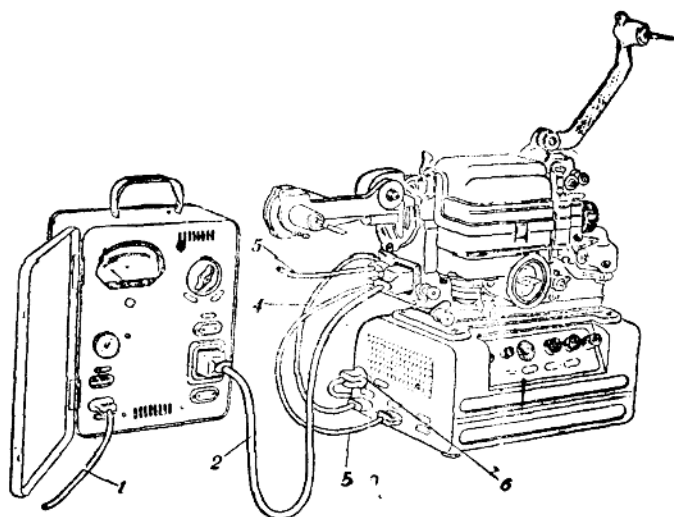

图1-14 接线图
(2) 机器架妥后接綫和通电步驟如图1.14。先接揚声器導綫(注意! 如果揚声器導綫錯插在电源插座上, 会使揚声器燒毀), 再接激励灯电源綫、扩音机电源綫、地綫和工